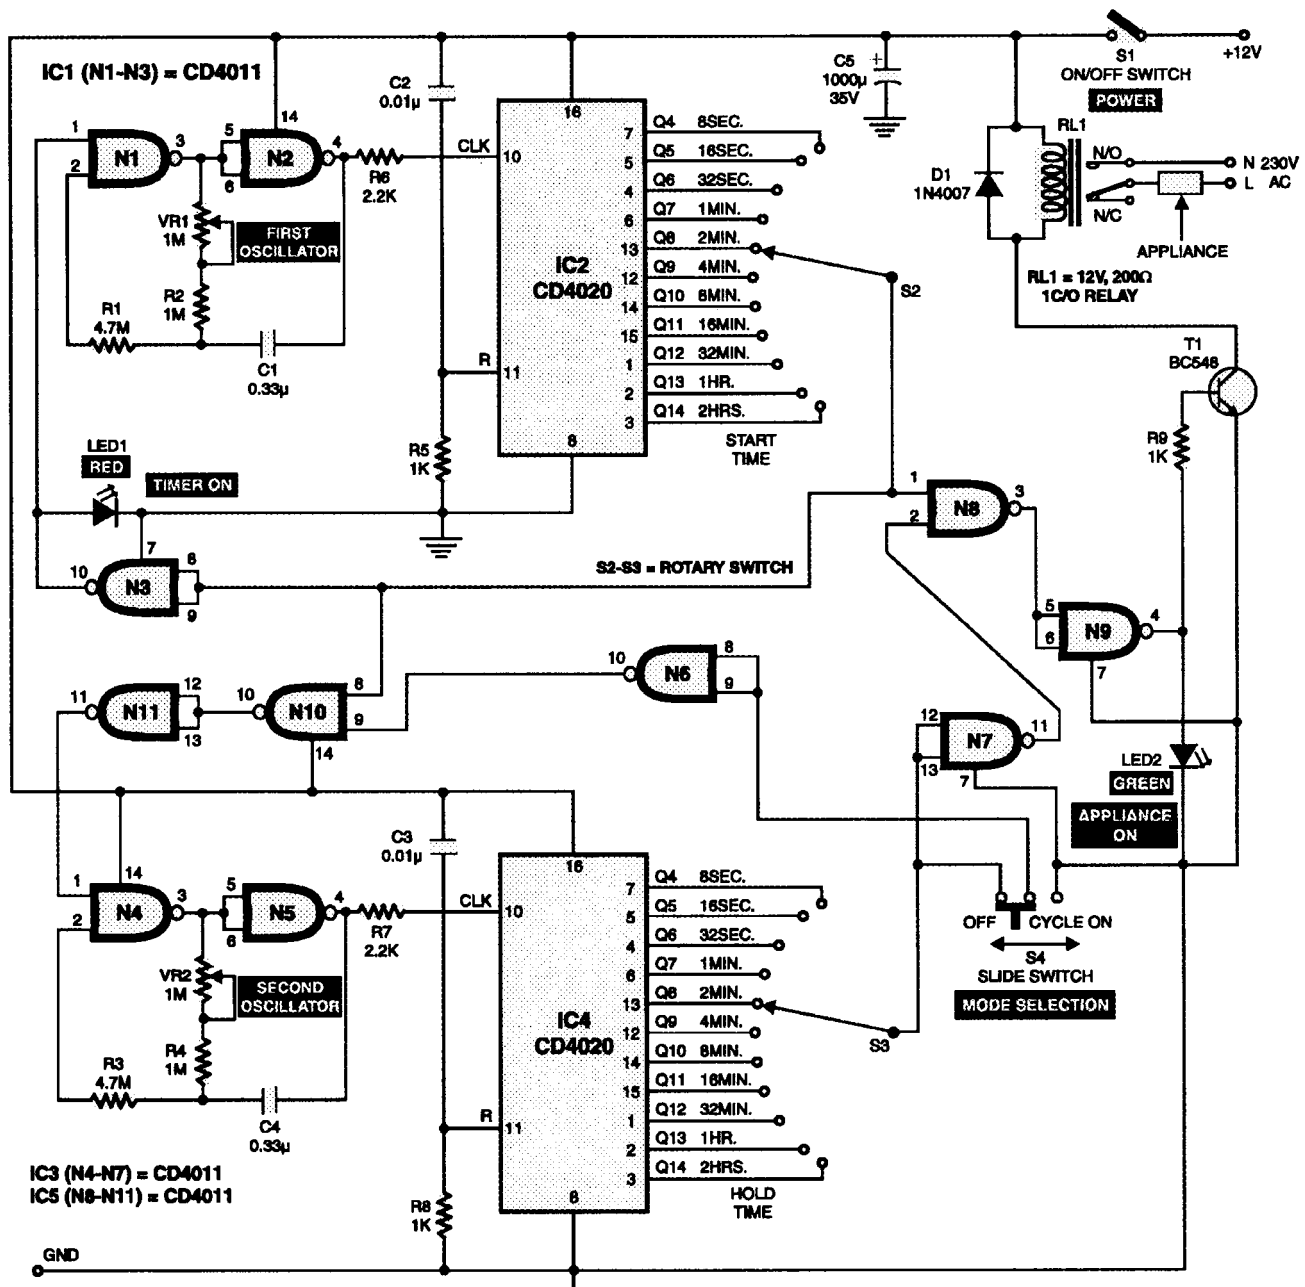

Рис.3
**Программируемый таймер** полезен для домашних, коммерческих и промышленных применений. Он автоматически включает-выключает прибор на установленное время, которое может изменяться от 8 секунд до 2 часов с помощью вращающихся переключателей S2 и S3 (**рис.3**). Устройство работает в двух режимах: режим выключения и
периодический режим, которые определяются переключателем S4. В режиме выключения используемый прибор включается через некоторое время (определяется переключателем S2), затем работает в течение другого заданного времени, которое определяется переключателем S3, затем выключается. В периодическом режиме этот процесс повторяется снова и снова. Схема рис.3 построена на трех элементах "И-НЕ" - микросхемах CD4011 (отечественный аналог К561ЛА7) и на двух 14-разрядных двоичных счетчиках CD4020 (отечественный аналог К561ИЕ16). Имеется транзисторный драйвер реле Т1.